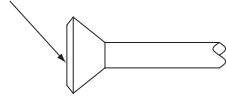

Fig. 14
- Pour les raccords évasés, recouvrez la surface intérieure de l'évasement uniquement avec de l'huile ou de l'huile d'ester. (Reportez-vous à la Fig. 14) Puis, tournez l'écrou évasé 3 ou 4 fois à la main et vissez l'écrou.